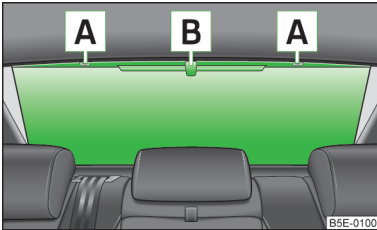

Abb. 41
- Den Griff **B** » Abb. 41 fassen.